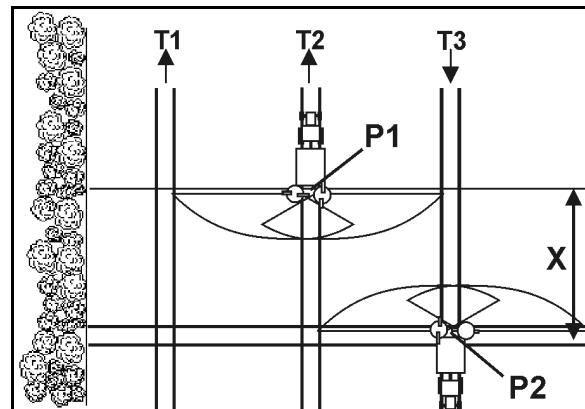

Рис. 87
- Откройте запорную заслонку при въезде на технологическую колею в точке Р1 (Рис. 87), если распределяющий диск при прохождении участка X технологической колеи разворотной полосы был снят.
- Закройте запорную заслонку перед выездом с технологической колеи в точке Р2 (Рис. 87), если распределяющие диски находятся на уровне первой технологической колеи разворотной полосы.